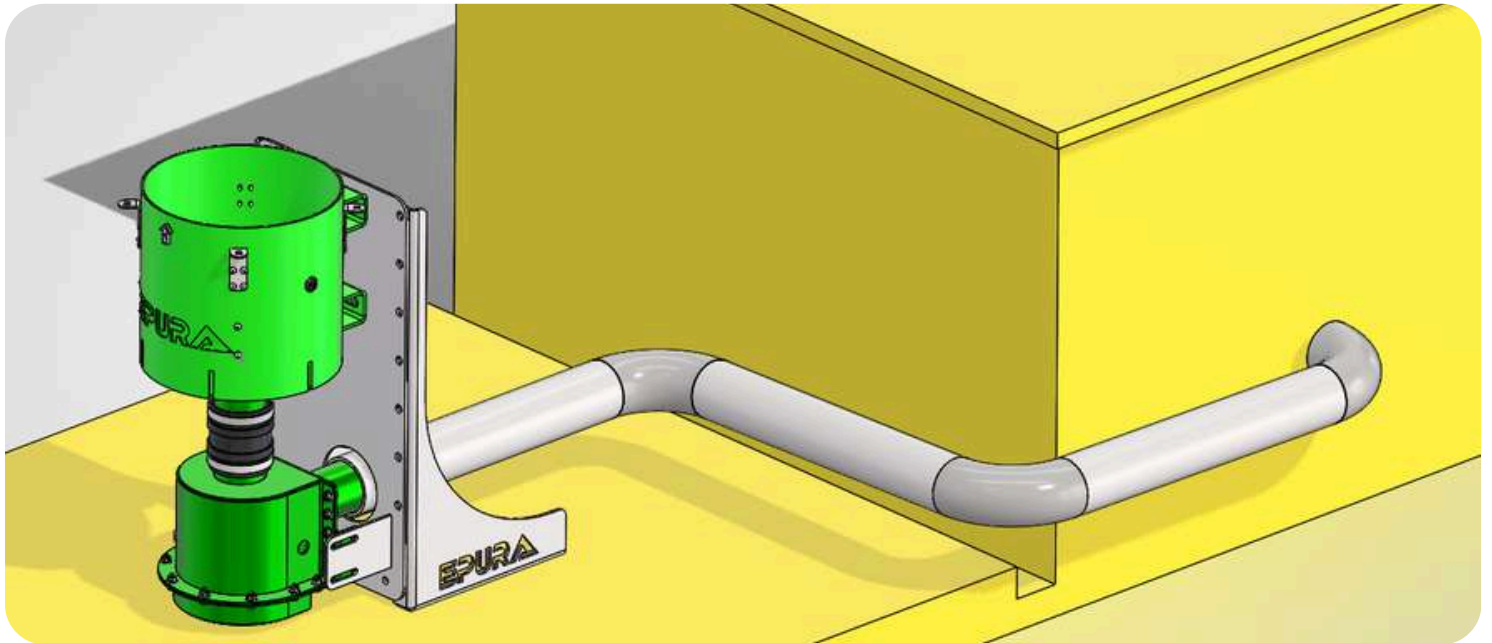

figure 14
- 6 Raccorder le ventilateur à l'entrée d'air de la cabine (**figure 14**).